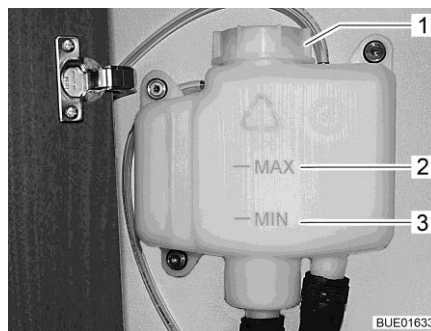

Bild 186 Ausgleichsbehälter ohne Blende
- Prüfen, ob am Ausgleichsbehälter (Bild 186) die Flüssigkeit zwischen der Markierung "MIN" (Bild 186,3) und "MAX" (Bild 186,2) steht.
- Am Ausgleichsbehälter den Drehverschluss (Bild 186,1) aufdrehen.